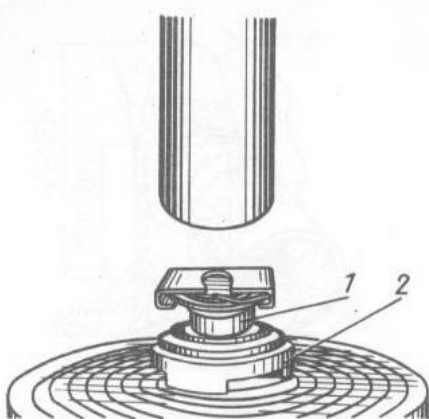

Bild 4-29. Eintreiben des Hochdruckventilsitzes in Gehäuse:
- nach dem Eintreiben (Bild 4-29) darf sich der Ventilsitz nicht mit einer Kraft von 245 N (25 kp) austreiben lassen;